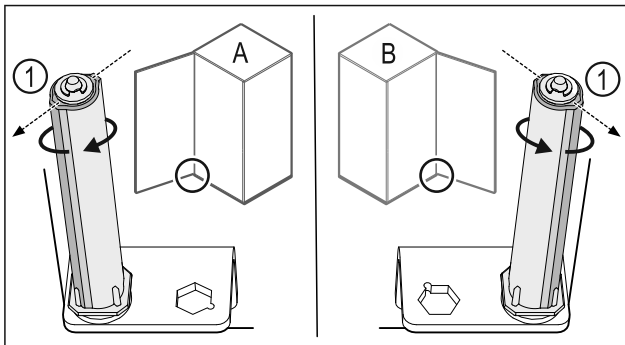

Fig. 36 Linksanschlag (A) / Rechtsanschlag (B)
- Schließsystem gegen den Widerstand drehen, bis der Steg des Schließsystems Fig. 36 (1) nach außen zeigt.